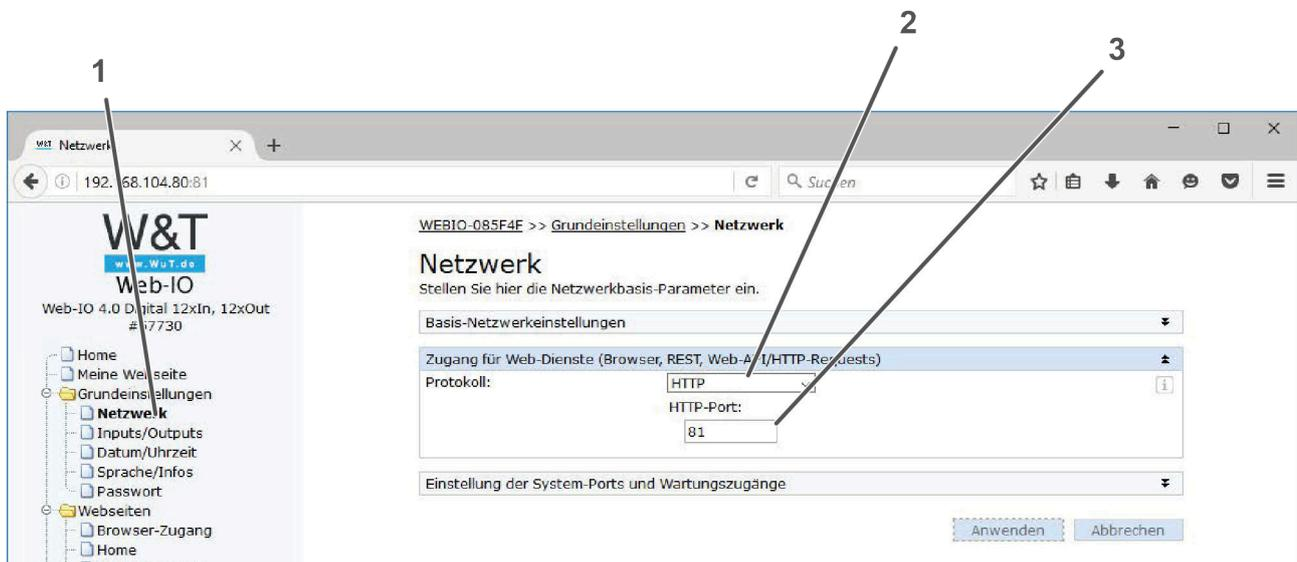

Abbildung 35: Web IO Netzwerkeinstellungen
| 2 | Eingabe des Http Port (Abbildung 35, Seite 40). |
- Netzwerk wählen (Abbildung 35, Seite 40, Pos.1).
- HTTP als Protokoll Typ wählen (Abbildung 35, Seite 40, Pos.2).
- HTTP-Port eingeben (Abbildung 35, Seite 40, Pos.3).